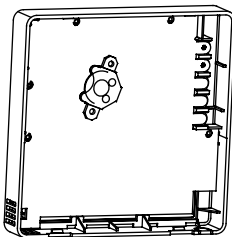

Abb. 3-5
- Setzen Sie die Batterie in den Aufstellungsort ein und stellen Sie sicher, dass die positive Seite der Batterie mit der positiven Seite des Aufstellungsorts übereinstimmt (siehe Abb.3-5).